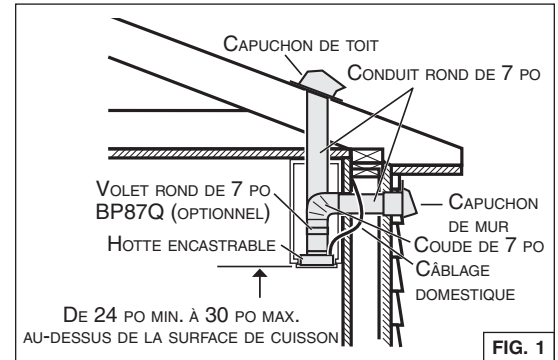

FIG. 1
1. Établir où le conduit passera entre la hotte et l'extérieur (Fig. 1).